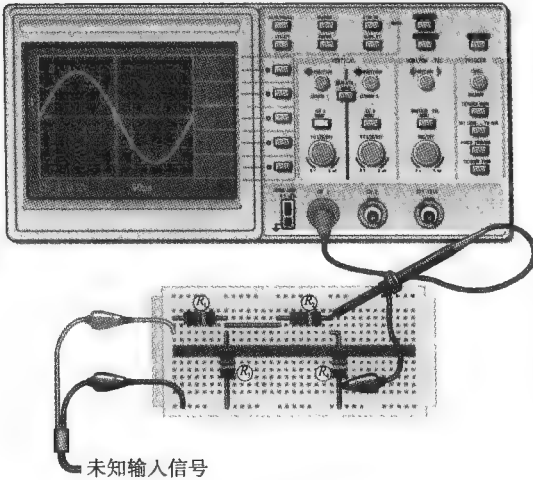

图 8-87
- 55. 检查图 8-87 所示电路板和示波器，确定未知输入信号的峰值和频率。其中，电阻 R_1 、 R_3 、 R_4 的色环颜色分别为：棕、黑、红、金；电阻 R_2 的色环颜色分别为红、红、红、金。